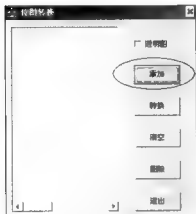

图 13-27 单击“添加”按钮
(1) 打开 bmp2h.exe 软件，单击“添加”按钮，如图 13-27 所示。